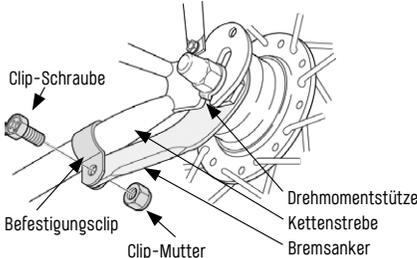

Abb. 3/31 Bremsanker Quelle Shimano
- Rücktrittsbremsen verfügen über einen Bremsanker („Abb. 3/ Bremsanker Quelle Shimano“ auf Seite 31), welcher sich an der Kettenstrebe des Rahmens abstützt. Dieser muss für eine korrekte Funktionsweise fest anhand eines Befestigungsclips, oder direkt an der Kettenstrebe, montiert sein.